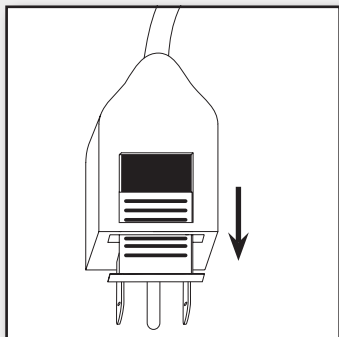

Figura 4
2. Deslice la tapa hacia las espigas. Figura 4.